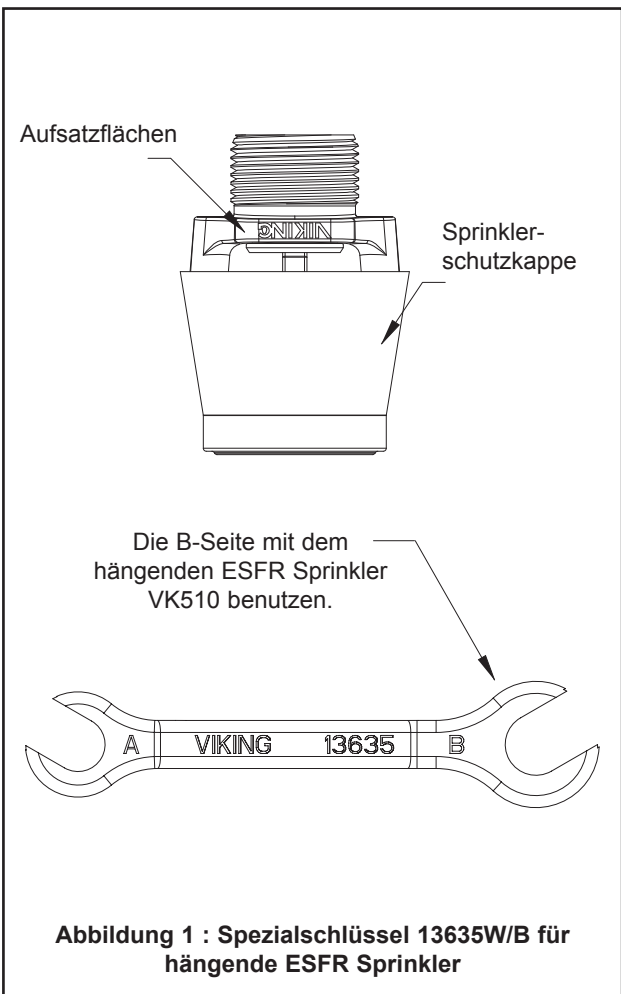

Abbildung 1 : Spezialschlüssel 13635W/B für hängende ESFR Sprinkler
- D. **Nur den Spezialschlüssel 10285W/B oder 13635W/B (wie in Abb. 1 gezeigt) zum Einbau von hängenden ESFR Sprinklern VK510 benutzen! Den Spezialschlüssel auf die Sechskantflächen des Sprinklers, der durch die Plastik- kappe geschützt ist, aufsetzen und Sprinkler festschrauben, ohne irgendwelche seiner Bauteile zu beschädigen.**